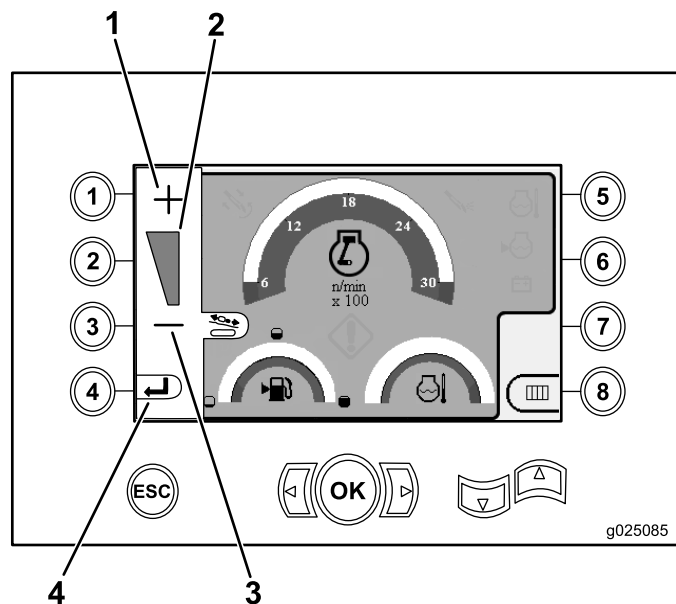

Figura 19
1. Pressione o botão n° 1 para aumentar o torque, ou no botão n° 3 para reduzir o torque da máquina (Figura 19).
2. Após ajustar o torque, pressione o botão n° 4 (Figura 19) para retornar à Tela principal de operação (página 28).